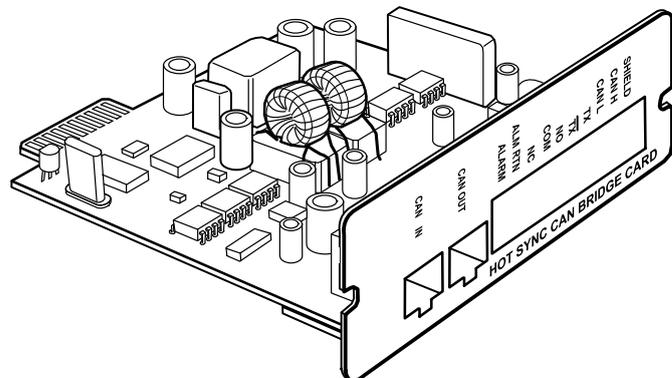

Abbildung 33. Powerware HotSync-CAN-Bridge-Karte
4. Die Powerware HotSync-CAN-Bridge-Karte auspacken und die Karte auf etwaige Transportschäden überprüfen (siehe Abbildung 33).